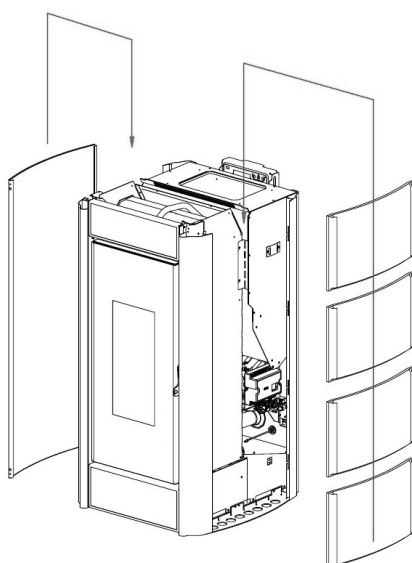

Fig. 36 - Isæt siderne
- Isæt siderne på de tilhørende skinner og lad den glide langsomt helt i bund (se **Fig. 36**).